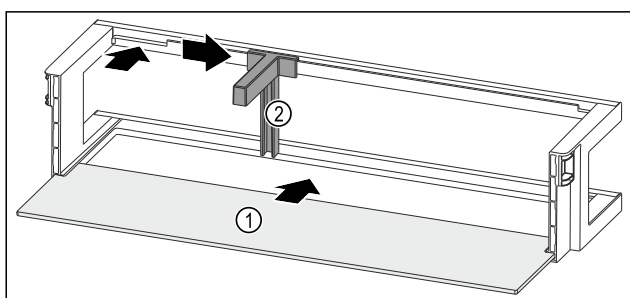

Fig. 92 Dveřní přihrádka s odkládací plochou
- ▶ Odkládací plochu Fig. 92 (1) zasuňte do bočních vybrání.
- ▶ Držák lahví Fig. 92 (2) vložte do vybrání.
- ▶ Držák lahví Fig. 92 (2) posuňte na stranu do požadované polohy.